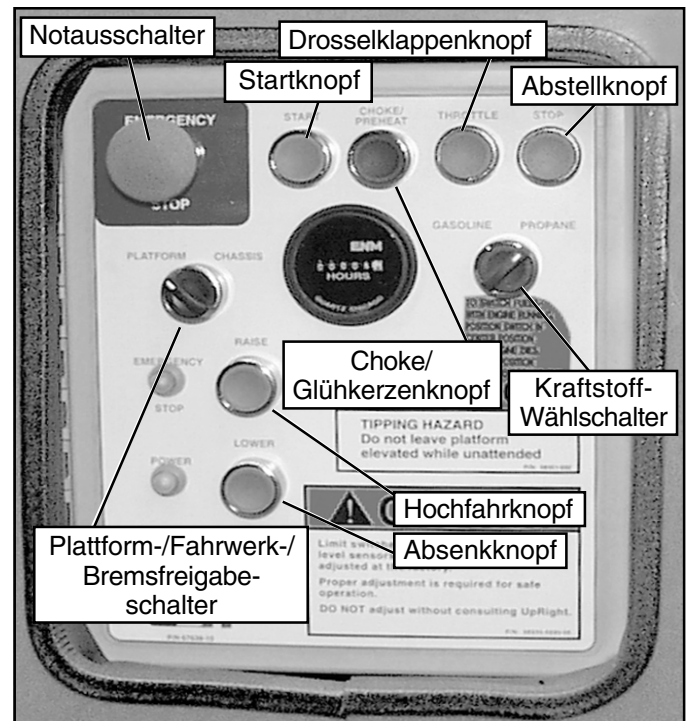

Abbildung 1: Linke Fahrwerksseite
9. Notastaster des Fahrwerks und der Plattform durch Herausziehen der Knöpfe auf Ein (ON) (Abbildung 1 und 2) stellen.
10. Sicherstellen, daß der Plattform-Fahrwerks-Schalter auf Plattform (PLATFORM) steht (Abbildung 1).
8. Drosselklappenknopf hineindrücken. Fahrwerks-Hochfahrknopf zum Hochfahren der Arbeitsbühne drücken und gleichzeitig den Neigungssensor (Abbildung 1) aus dem Lot drücken. Die Plattform darf sich nur teilweise heben, und die Kippwarnung muß ertönen. Falls sich die Arbeitsbühne weiter anhebt bzw. keine Warnung ertönt, betätigen Sie **STOP** und ziehen Sie die Maschine so lange aus dem Betrieb, bis diese repariert ist.
1. Bei laufendem Motor stellt man den Kraftstoff-Wählschalter (Abbildung 1) auf Mittelstellung.